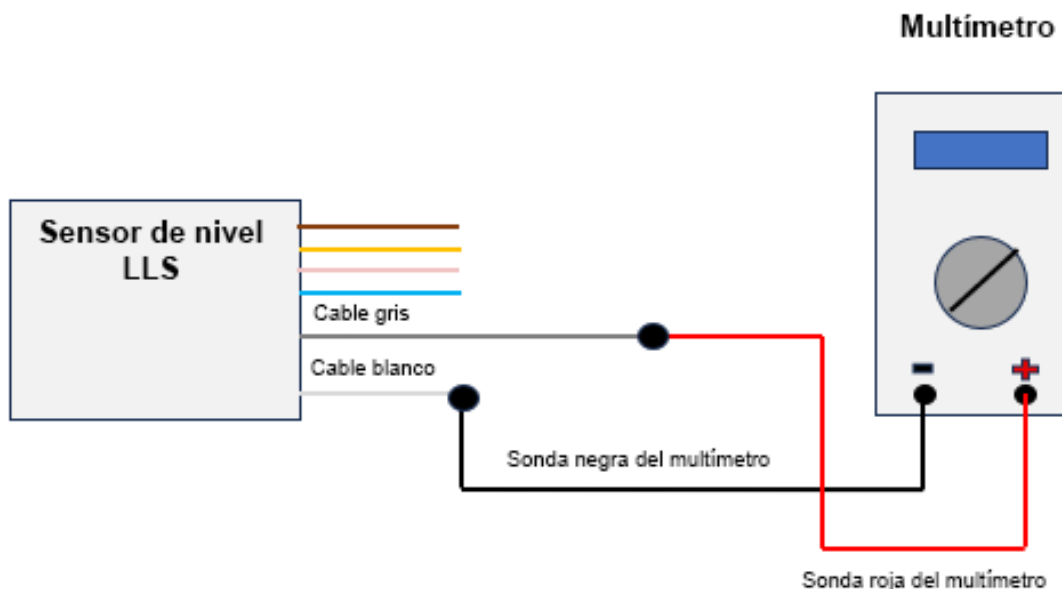

Fig. 7 Diagrama de conexión
2. Monte el circuito de conexión de acuerdo con la «Fig. 7 Diagrama de conexión».